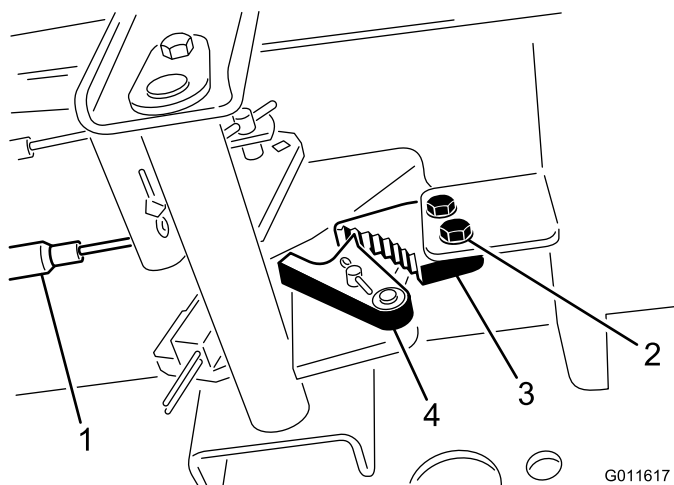

Figura 47
1. Afloje los 2 tornillos que fijan el trinquete del freno de estacionamiento al bastidor (Figura 47).
2. Pise el pedal del freno de estacionamiento hacia adelante hasta que la uña se engancha a fondo en el trinquete del freno (Figura 47).